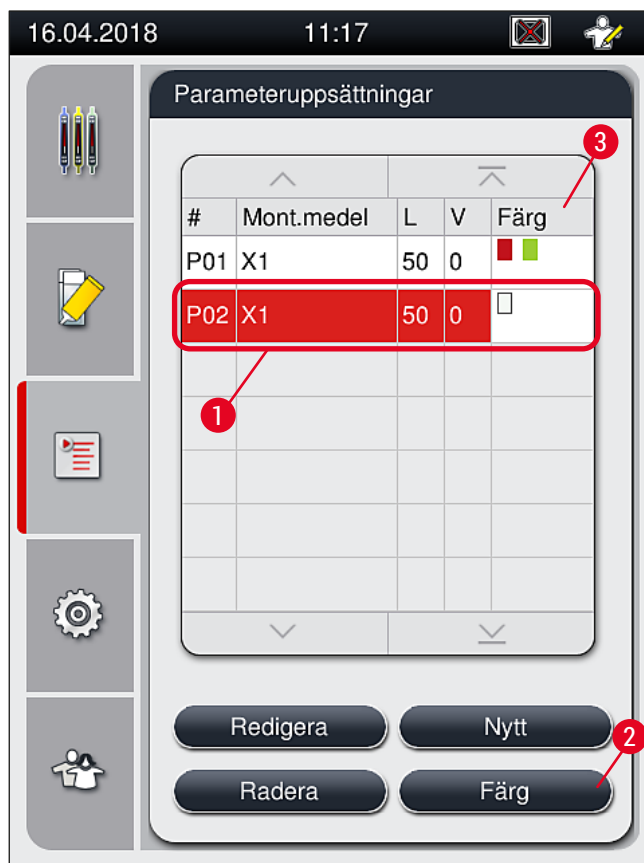

Bild 44
1. Knacka på den aktuella posten i parameteruppsättningsmenyn (→ Bild 44) för att välja den parameteruppsättning som ska tilldelas en rackhandtagsfärg (→ Bild 44-1).